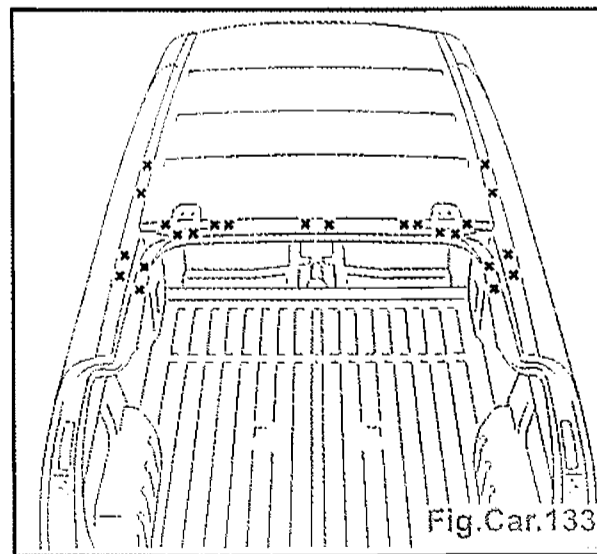

Fig.Car.133
- Découper par fraisage des points (Fig.Car.133).